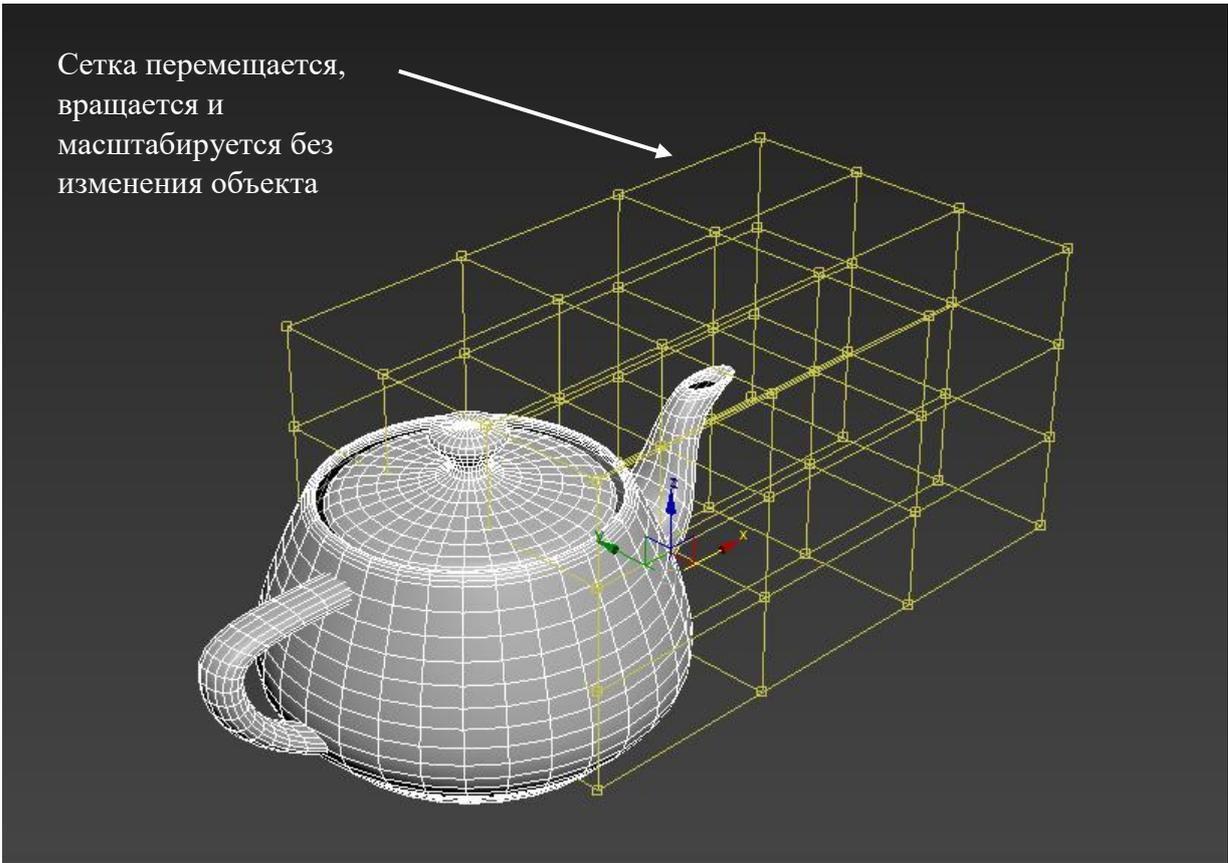

Рис. 46
**Lattice** – изменение сетки модификатора целиком. Её можно двигать и изменять в размерах. Перемещать отдельные точки в этом режиме не получится (рис. 46). Это может быть полезно для того, чтобы ограничить воздействие модификатора на часть объекта. То есть, расположив край сетки в центре объекта, модификатор не будет влиять на половину за пределами границы.